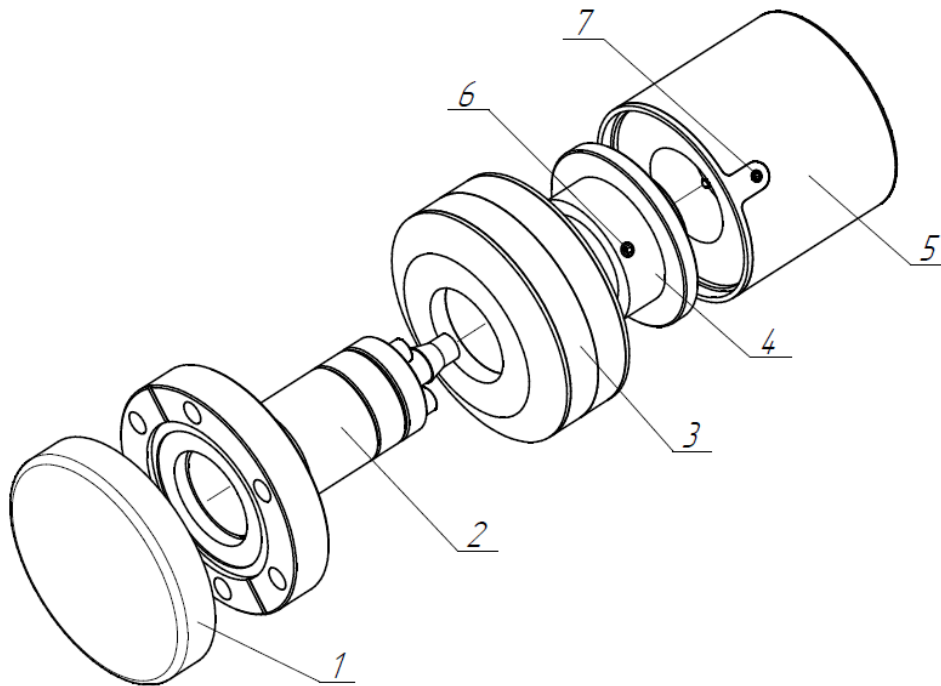

Рисунок 2
- 2) Ослабьте установочный винт крепления электронного блока (см. рисунок 2)
- 3) Снимите электронный блок (см. рисунок 2)
- 4) Ослабьте винт крепления фланца (см. рисунок 2)
- 5) Снимите фланец (см. рисунок 2)
- 6) Снимите магнитный блок (см. рисунок 2)